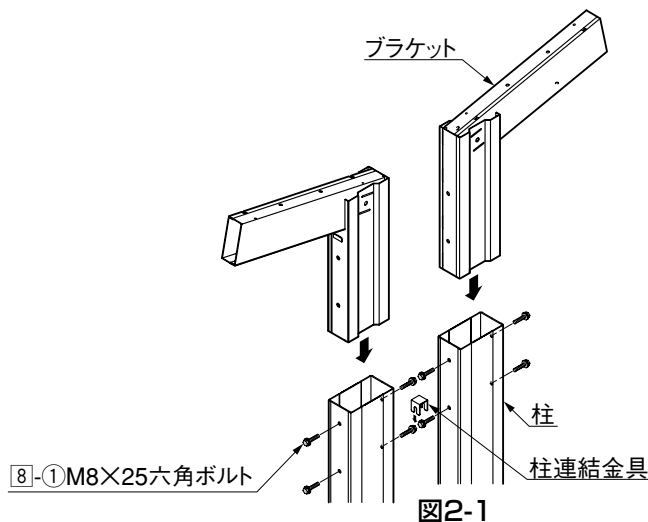

図2-1
- ① 柱にブラケットを差込み、柱前面のみに固定してください。
- ② 合掌面側の⑧-①を軽く締め、すき間に柱連結金具を差込んで固定してください。(図2-1参照)